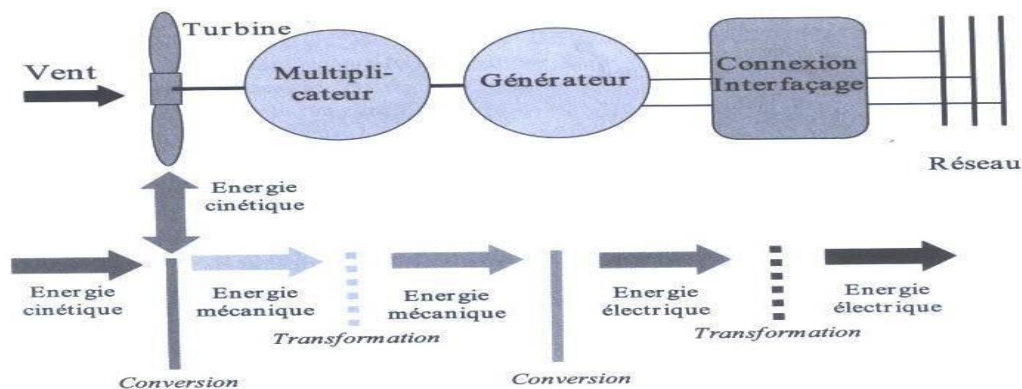

Figure 1. Principe de la conversion d'énergie
- Au niveau de la génératrice, qui reçoit l'énergie mécanique et la convertit en énergie électrique qui est transmise ensuite sur le réseau électrique. Il doit donc y avoir conversion et transmission régulières de l'énergie la seule possibilité de stockage étant inertielle au prix d'une accélération de la turbine. Ce fonctionnement général est illustré par la figure 1.